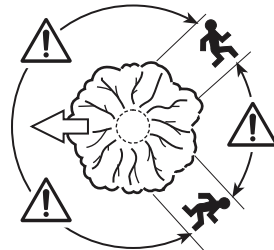

Fig. 35
- > Avant le début de la coupe, il est indispensable de prévoir un itinéraire de retraite et de dégager tous les obstacles. L'itinéraire de retraite doit être dirigé vers l'arrière, en diagonale, du côté opposé à la direction de chute supposée (Fig. 35).